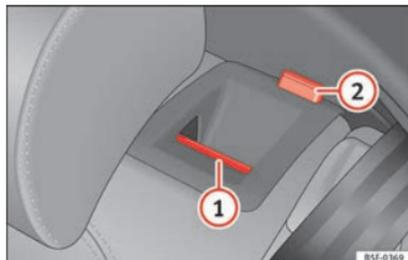

Fig. 151 Sullo schienale del sedile posteriore: tasto di sblocco (1); tacca rossa (2).
- Tirare il tasto di sblocco » **fig. 151** (1) in avanti e, contemporaneamente, abbattere lo schienale.
- Lo schienale posteriore è sbloccato quando si vede la tacca rossa sul tasto (2).
Lo schienale posteriore è sbloccato quando si vede la tacca rossa sul tasto » **fig. 151** (2).